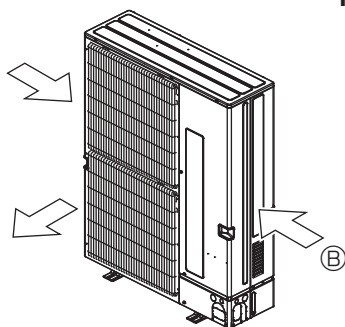

Fig. 2-4
- ③ Placer l'appareil de sorte que la sortie d'air souffle dans la direction perpendiculaire à celle des vents saisonniers, si celle-ci est connue. (Fig. 2-4)